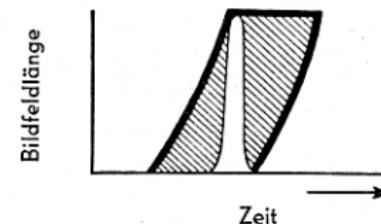

Abb. 9 Lampenblitz (weiß) im geöffneten Verschluss (schraffiert)
a) Man blitzt in den vollständig geöffneten Kameraverschluss hinein. Das ist bei der X- und F-Synchronisation der Fall und wird als „Offenblitztechnik“ bezeichnet (siehe Abbildung 9), Kabelanschluß bei X (früher E) und F.